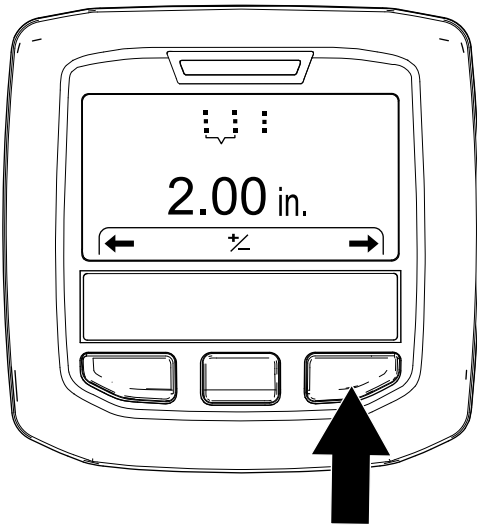

Bild 48
4. Drücken Sie die rechte InfoCenter-Taste, um den Bildschirm zum „Einstellen des Lochabstands“ anzuzeigen (Bild 48).
- Drücken Sie die rechte InfoCenter-Taste, um den Bildschirm zum „Einstellen des Tines-Durchmessers“ anzuzeigen (Bild 48).